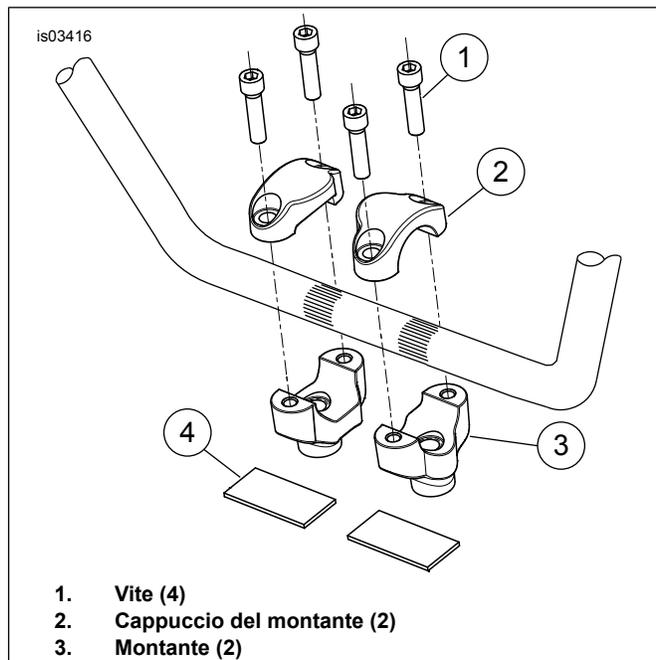

Figura 3. Orientamento del montante – FLSTF
- b. Vedere Figura 3. Installare senza stringere i nuovi montanti (N° codice kit 56789-05), orientati come mostrato, sulla piastra superiore della forcella usando le viti, le rondelle e le rondelle di sicurezza originali. Installare il cavo di massa e la rondella di sicurezza, a denti interni sulla vite destra del montante.
- d. Installare i due cappucci del montante (2) sui montanti sopra il manubrio usando le quattro viti (1) prese dal kit.